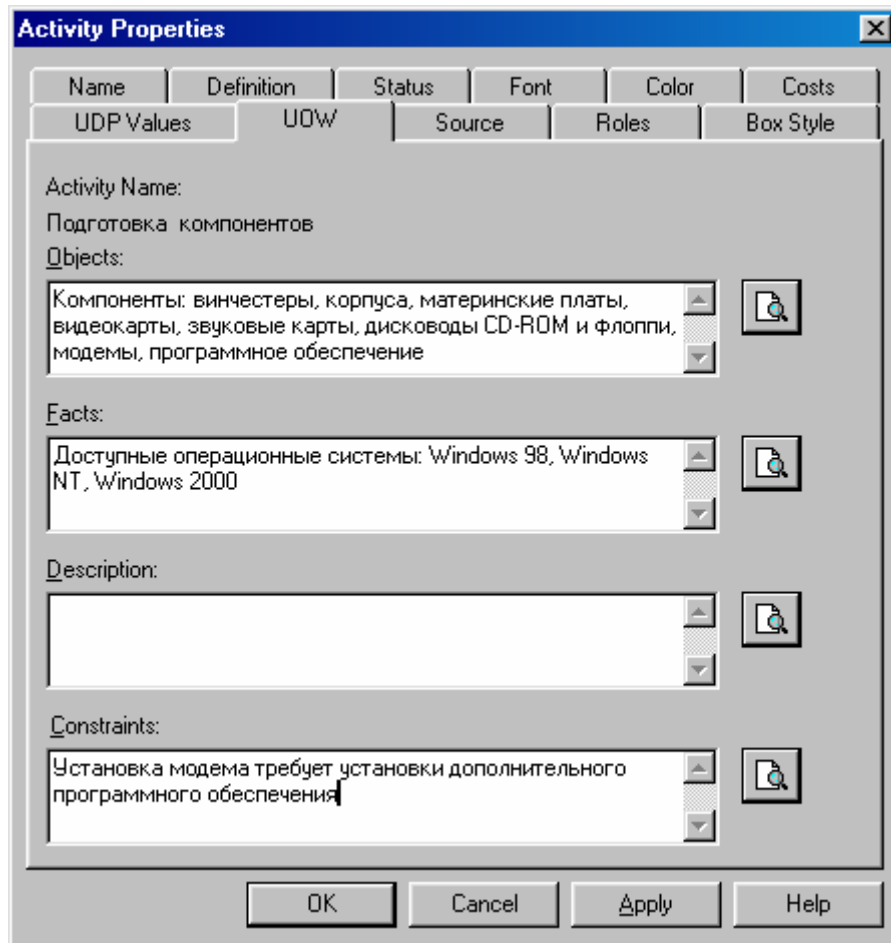

Рисунок 8.6 – Диалоговое окно *Activity Properties* вкладка *UOW*
5. Внесите свойства работы 1 в соответствии с данными таблицы 8.1. на вкладке **UOW** диалогового окна **Activity Properties** (рисунок 8.6)